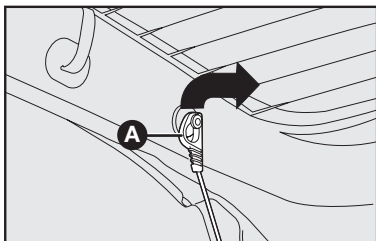

fig. 96
- 1) Desenganche las extremidades superiores **A-fig. 96** de los dos tirantes, desprendiéndolas de sus pernos.